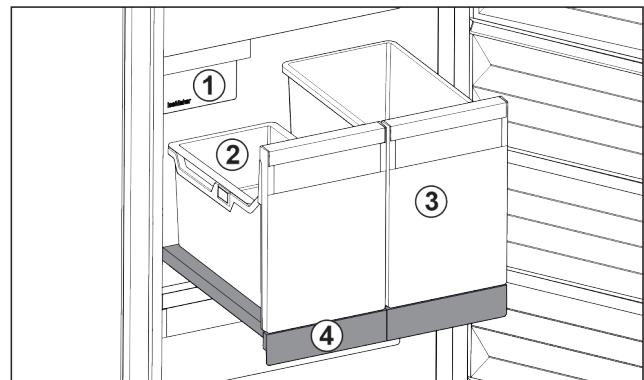

Fig. 98 Auszugsbord mit IceTower
Auf dem Auszugsbord sind zwei hohe Behälter (IceTower). Im Behälter Fig. 98 (2) werden Eiswürfel aus dem IceMaker gesammelt und gelagert. Behälter Fig. 98 (3) eignet sich für die Lagerung von hohen Lebensmitteln wie Pizzen oder alkoholischen Getränken.